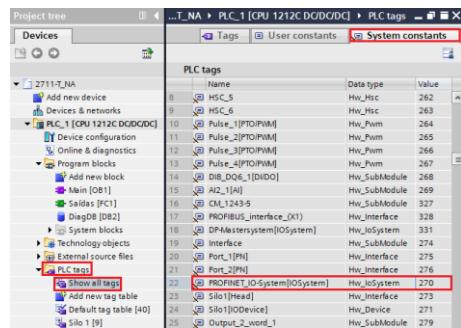

Figura 122 – Constantes do sistema do CLP
*Para localizar qual o valor da variável “*LADDR*” (*HW_IOSYSTEM*) selecione “*PLC tags* → *Show all tags* → *System constants*” conforme Figura 122;